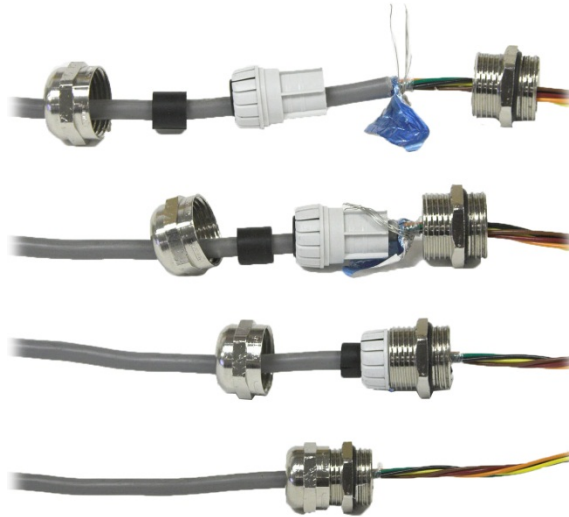

Figura 2-23: Messa a terra dello schermo del cavo
5. La schermatura del cavo deve essere messa a terra verso l'involucro dell'IND570 distendendo i cavi dello schermo come illustrato nella parte superiore della Figura 2-23, quindi riavvolgendoli sul componente in plastica del pressacavo prima di premerlo nel corpo filettato.